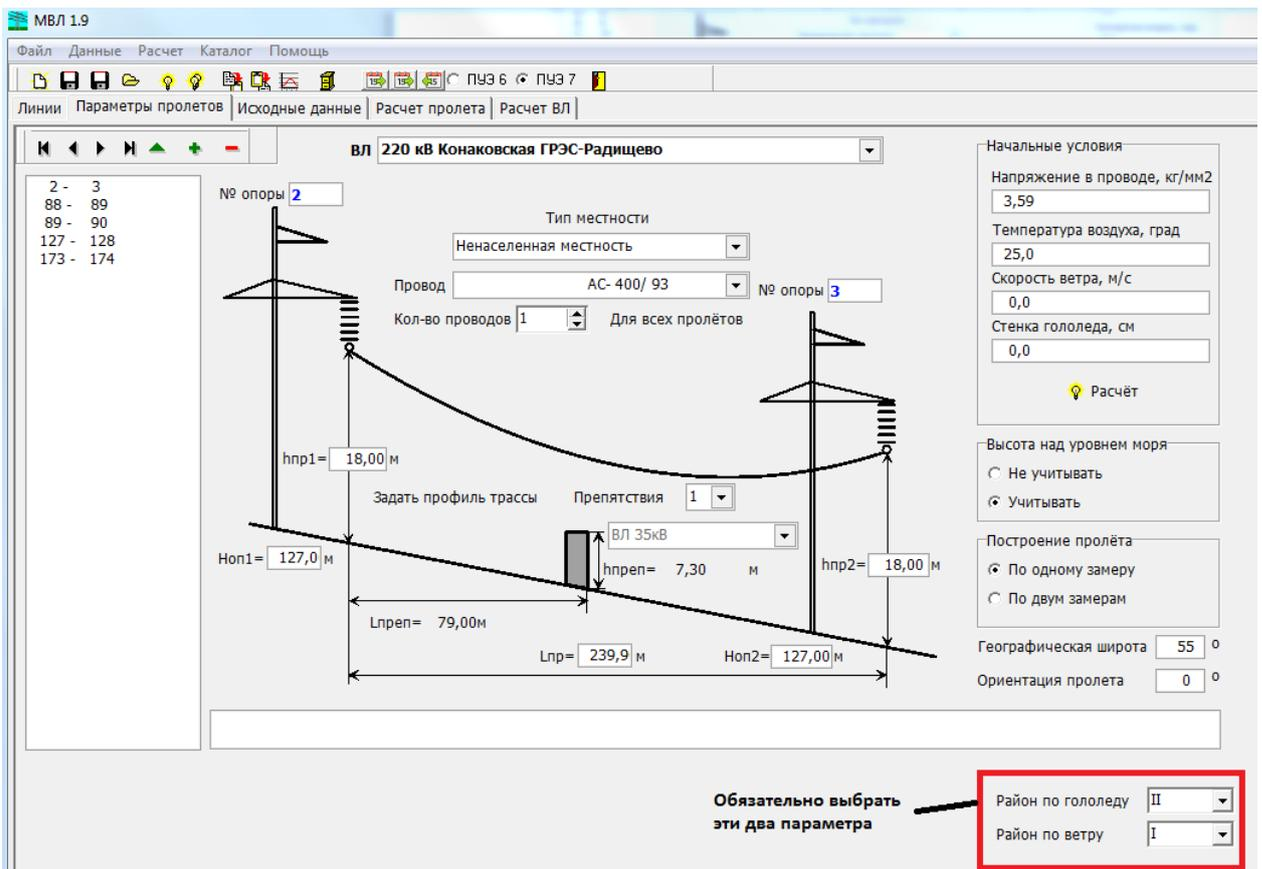

Рисунок 14. Форма «Параметры пролётов»
3. При создании нового пролёта необходимо обязательно выбрать параметры «Район по гололёду» и «Район по ветру», см.рис.14. Отсутствие этих параметров приведёт к неправильным расчётам.